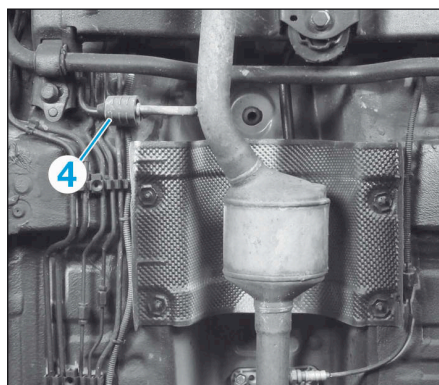

FIG.12
- le catalyseur du silentbloc (4) (Fig.12).